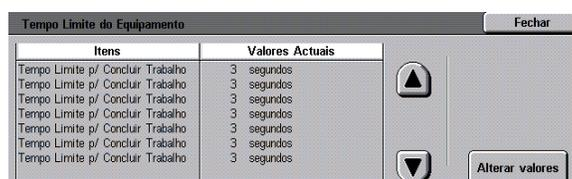

Figura 54: Ecrã Tempo Limite
- 1 No ecrã Recursos, prima o ícone **Tempo Limite do Equipamento** para visualizar o ecrã Tempo Limite, tal como ilustrado na Figura 54.